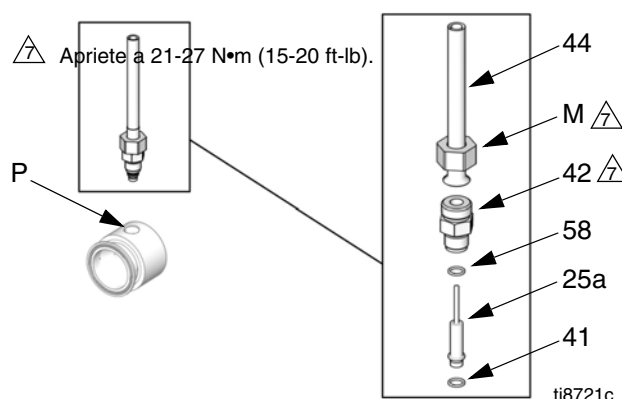

FIG. 12. Transductor de presión
11. Vea la FIG. 12. Afloje la tuerca (M) en el conducto del sensor (44) y desenrosque el adaptador (42) de la lumbrera del transductor (P). Retire el transductor (25a) de la lumbrera.
13. Vea la FIG. 12. Instale una nueva junta tórica negra (41) y el nuevo espaciador de latón (58) en el transductor (25a).
16. Vea la FIG. 12. Inserte el transductor en la lumbrera del transductor (P). Apriete primero el adaptador (42), luego la tuerca (M) a 21-27 N•m (15-20 ft-lb).